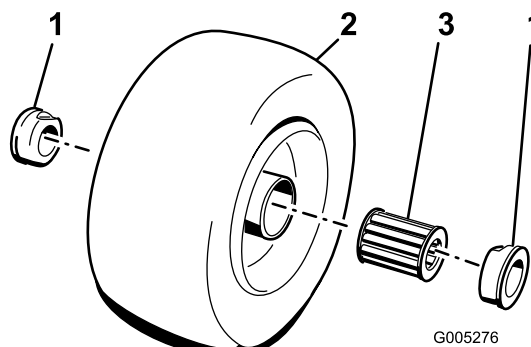

Bild 19
2. Nehmen Sie eines der äußeren Lager aus der Radnabe heraus und lassen das innere Lager herausfallen (Bild 19). Entfernen Sie das Lager aus der gegenüberliegenden Seite der Radnabe.